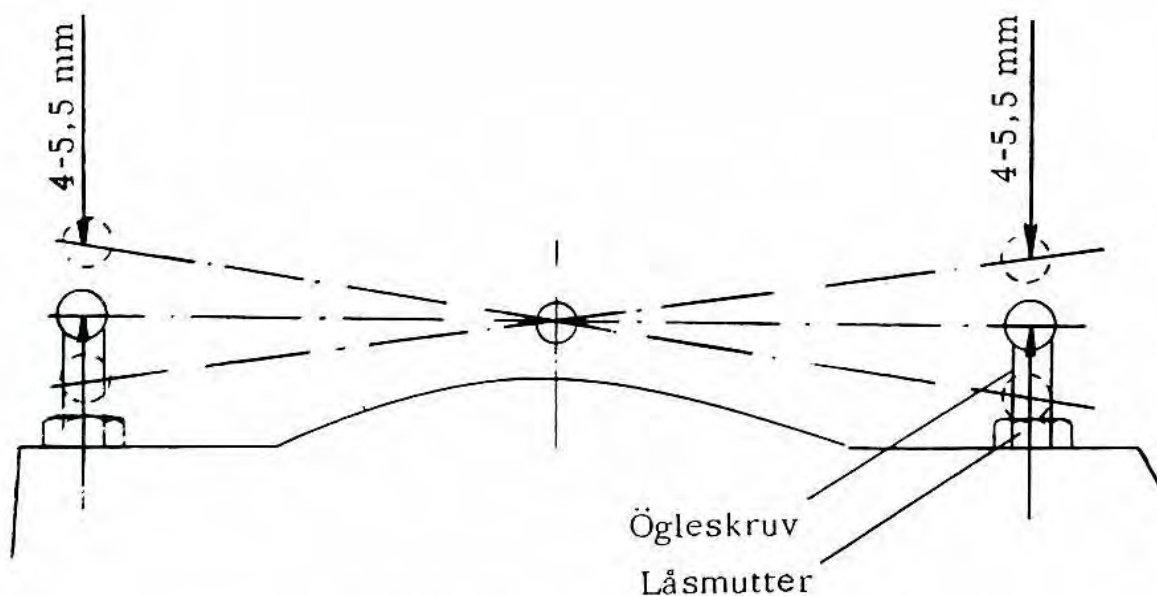

Bild 13. Kontroll av styrväxel.
3. Ställ hävarmarna i ytterlägena och kontrollera att varje ögleskruv kan dras ut 4-5,5 mm från parallellläget, se bild 13.